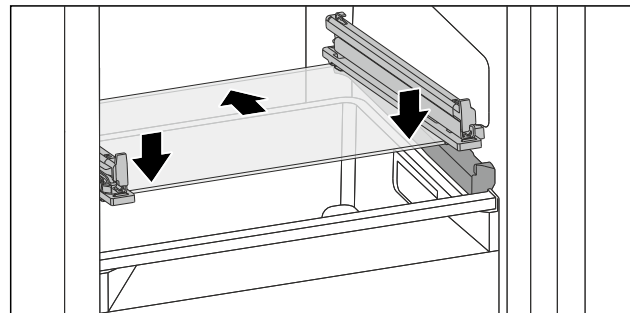

Fig. 141 Skleněná deska odklápěcí zásuvky
- Nasadíte skleněnou desku šikmo za zářezky. (viz Fig. 141)